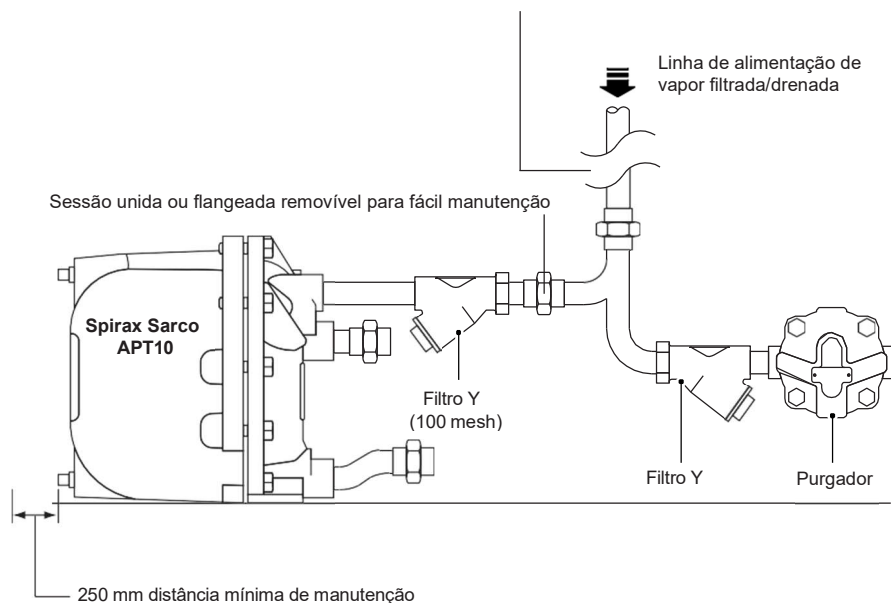

Fig. 4 Sugestão de acoplamento de alimentação de vapor e linhas de exaustão
3.3 Conexões (veja diagrama de instalação, Fig.4)
- 4.1** Após assegurar que as conexões de entrada e saída da tubulação e as conexões de admissão/exaustão estão acopladas de acordo com as Fig.4 e 5, abra lentamente a linha de entrada da alimentação de vapor para fornecer pressão à APT10. Garanta que a linha de exaustão/equilíbrio esteja aberta e livre de qualquer restrição.